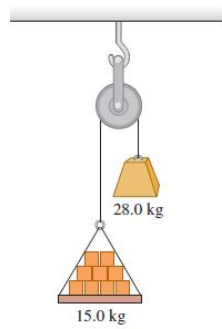

Figura 20.2: Ejercicio de cuestionario para la máquina de Atwood modificada
1. Máquina de Atwood. Una carga de 15.0 kg de ladrillos pende del extremo de una cuerda que pasa por una polea pequeña sin fricción y tiene un contrapeso de 28.0 kg en el otro extremo (Figura 20.2). El sistema se libera del reposo. a) Dibuje un diagrama de cuerpo libre para la carga de ladrillos y otro para el contrapeso. b) ¿Qué magnitud tiene la aceleración hacia arriba de la carga de ladrillos? c) ¿Qué tensión hay en la cuerda mientras la carga se mueve? Compare esa tensión con el peso de la carga de ladrillos y con el del contrapeso.